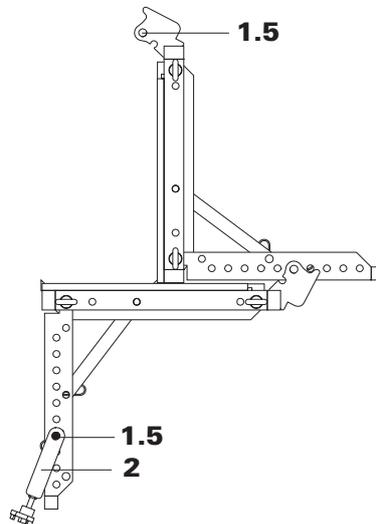

Abb. 21
2. Spanngarnituren **2** mit vorhandenen Bolzen **1.5** abstecken. Lage der Spanngarnituren = Säulengröße – 5 cm. Beispiel: Säule = 35 cm, Spanngarnitur = 30 cm). Abb.21